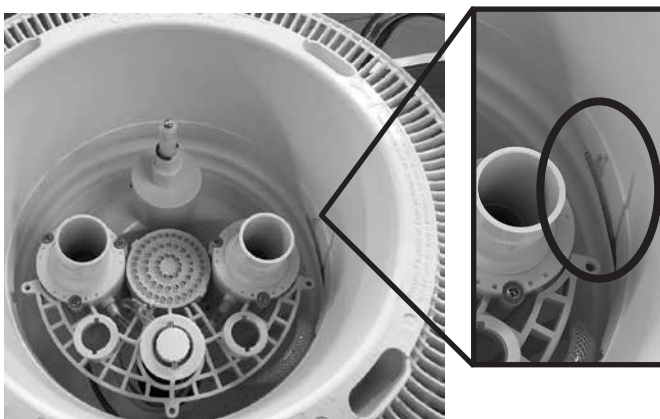

Figura 18
4. Al instalar la cubierta de succión antiatrapamiento (parte# 93) en la sección de Montaje Final de la página 47, deje una pequeña longitud de cable sin protección accesible en el interior de la carcasa de chorro (Ver Figura 18).